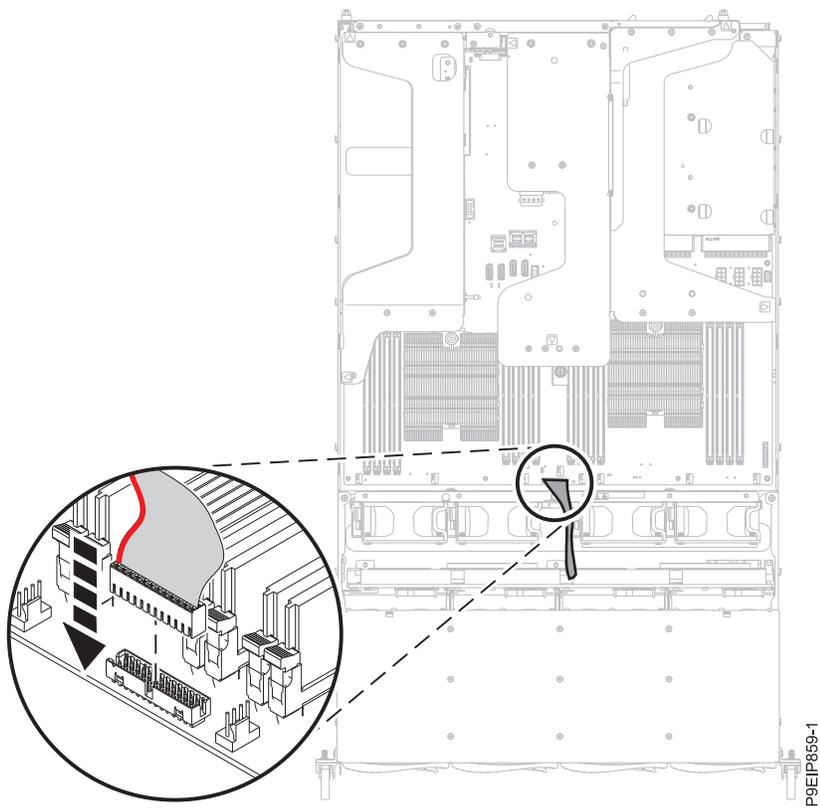

図 79. オペレーター・パネル・ケーブルの再取り付け
19. オペレーター・パネル・ケーブルをシステム・バックプレーンに再取り付けします (74 ページの図 79 を参照)。システムの前面から見て、コネクターの左側にケーブルの赤色のストライプがくるように取り付ける必要があります。